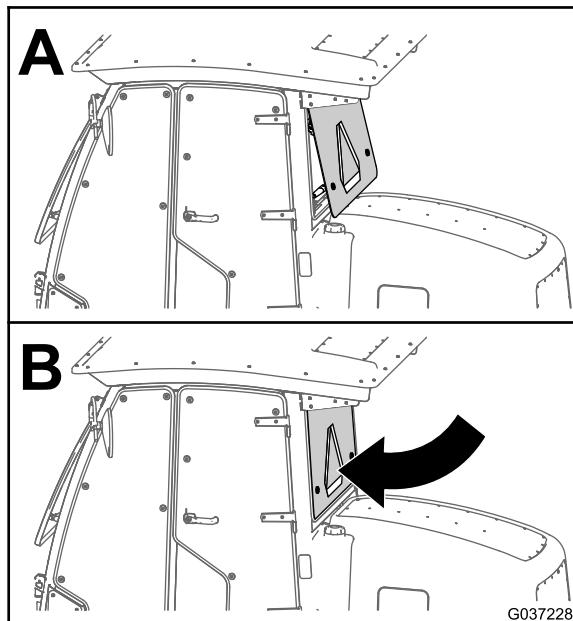

Figure 61
1. Fermez la vitre arrière de la cabine (Figure 61).